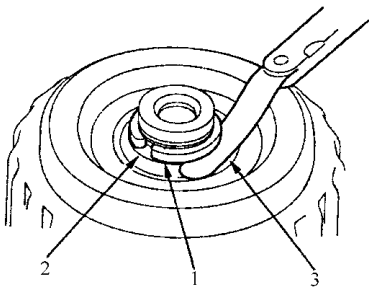

图 5-137 测量开口环间隙
38) 如图 5-137 所示, 将 25.5mm 的开口环安装到从动带轮轴的开口环槽上, 然后, 用塞尺测量开口环与起步离合器导向器之间的间隙。至少测量三个位置, 取平均值作为实际间隙值。标准: 0~0.13mm。